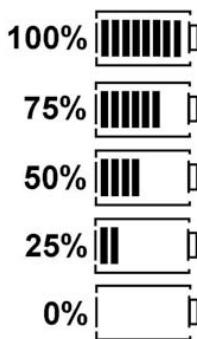

Fig. 6: Etat de charge des piles
- 7 Symbole pour TRMS (AC)
L'état de charge actuel des piles est toujours affiché sur l'écran LCD (Fig. 5, pos. 5). Le nombre de barres indique l'état de charge des piles en pourcentage (Fig. 6).